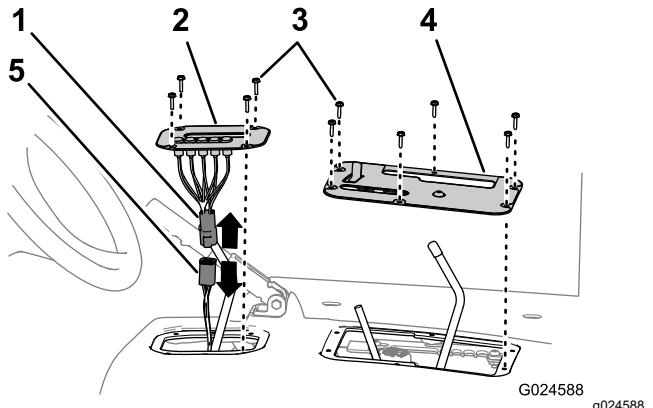

Figura 5
2. Retire los 4 tornillos de cabeza hexagonal que sujetan la tapa del indicador de cambios a la moldura del asiento (Figura 5).
3. Levante el indicador de cambios, desconecte el conector del indicador del conector del arnés de la máquina y retire la tapa del indicador de la máquina (Figura 5).
- Retire los 6 tornillos de cabeza hexagonal que sujetan la tapa de los controles a la moldura del asiento y retire la tapa de los controles (Figura 5).